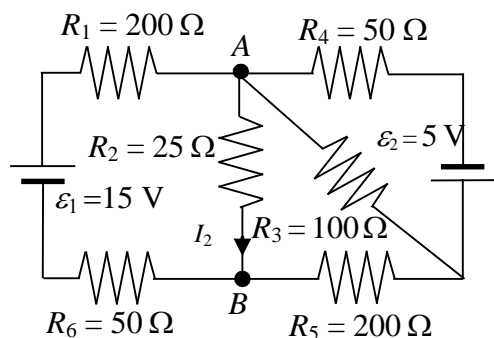
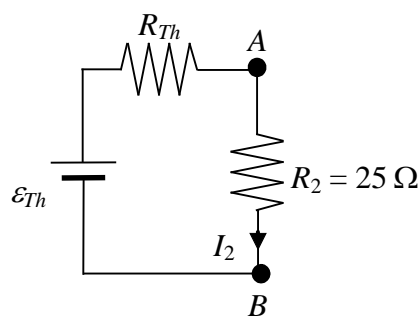

Figura 12a
Figura 12b
Ara comprovarem el teorema de Thévenin. Per fer-ho connectarem una resistència  $R_2$  entre els terminals A i B del circuit original (com s'indica a la Figura 12a) i mesurarem la intensitat que hi circula. Després comprovarem que aquesta intensitat és la que s'obté al calcular la intensitat que circularia per  $R_2$  si la connectéssim entre els terminals A i B del circuit equivalent Thévenin (com a la Figura 12b).
1. Munteu el circuit de la Figura 12a. Per fer-ho, al circuit de l'apartat anterior només cal substituir la resistència variable per la  $R_2 = 25 \Omega$ .
3. Com es mostra a la Figura 12b, entre els punts  $A$  i  $B$ , el circuit és equivalent a una font de tensió de fem  $\mathcal{E}_{Th}$  en sèrie amb una resistència  $R_{Th}$ . Si entre  $A$  i  $B$  connectem una resistència  $R_2 = 25 \Omega$ , circula una intensitat